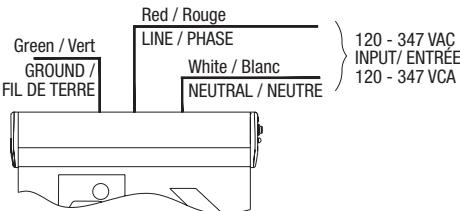
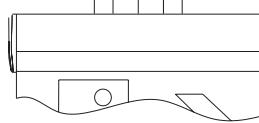

Fig. 9a
Fig. 9b
8. Feed AC wires from the fixture inside of the junction box, make proper electrical connections at junction box in the metal housing, refer to "ELECTRICAL CONNECTIONS" (Fig. 9a, Fig. 9b).
- * For Self-powered variants: Connect battery connector before connecting AC power (Fig. 9a). Restore junction box cover after wire connections, insert one side first and snap in another side (Fig. 8h).
8. Acheminer les fils CA de l'unité à l'intérieur de la boîte de jonction, effectuer les connexions électriques appropriées au niveau de la boîte de jonction dans le boîtier métallique, voir "CONNEXIONS ÉLECTRIQUES" (Fig. 9a, Fig. 9b).
- * Pour les variantes auto-alimentées : Brancher le connecteur de la batterie avant de brancher l'alimentation en courant alternatif (Fig. 9a). Remettre en place le couvercle de la boîte de jonction après les connexions des fils, en insérant d'abord un côté, puis en enclenchant l'autre côté (Fig. 8h).